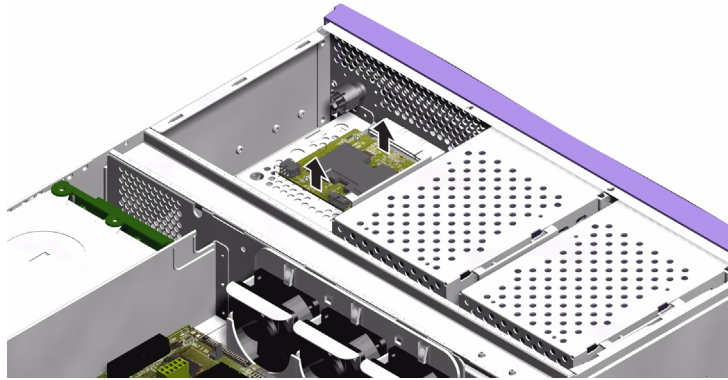

ABBILDUNG 1-11 Ausbauen des Lesegeräts für die Systemkonfigurationskarte
7. Lösen Sie die Halterungen der Platine des Lesegeräts für die Systemkonfigurationskarte. Informationen dazu finden Sie in ABBILDUNG 1-11.